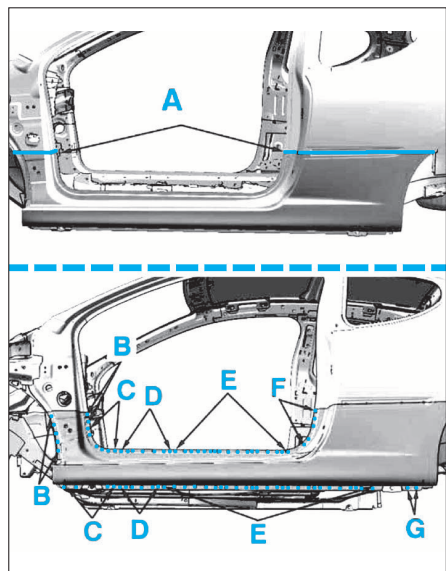

FIG. 29
- Poser et souder la pièce neuve aux endroits indiqués A,B,C,D,E,F et G (Fig.29)